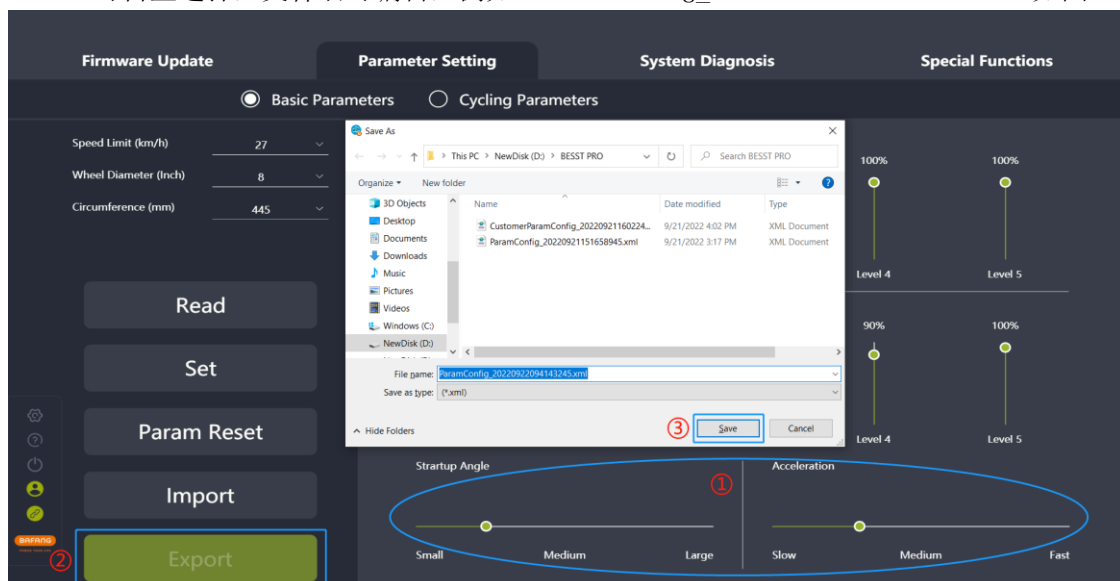

图 5-9 导出
- (1) 设置参数；
- (2) 点击“导出”；
- (3) 将参数界面的配置信息和控制器硬件版本（用于导入验证）导出成文件并保存到本地，路径可自主选择，文件名可编辑，例如：ParamConfig_20220922094143245.xml（如图 5-9）。。